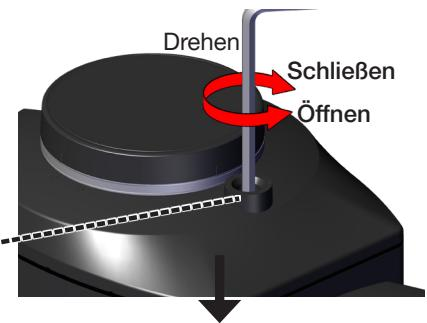

Bild 40: Mechanische Handbetätigung AG3
- Mit leichtem Druck die mechanische Handbetätigung einkuppeln und dabei gleichzeitig den Innensechskantschlüssel drehen (siehe „Bild 39“ und „Bild 40“).